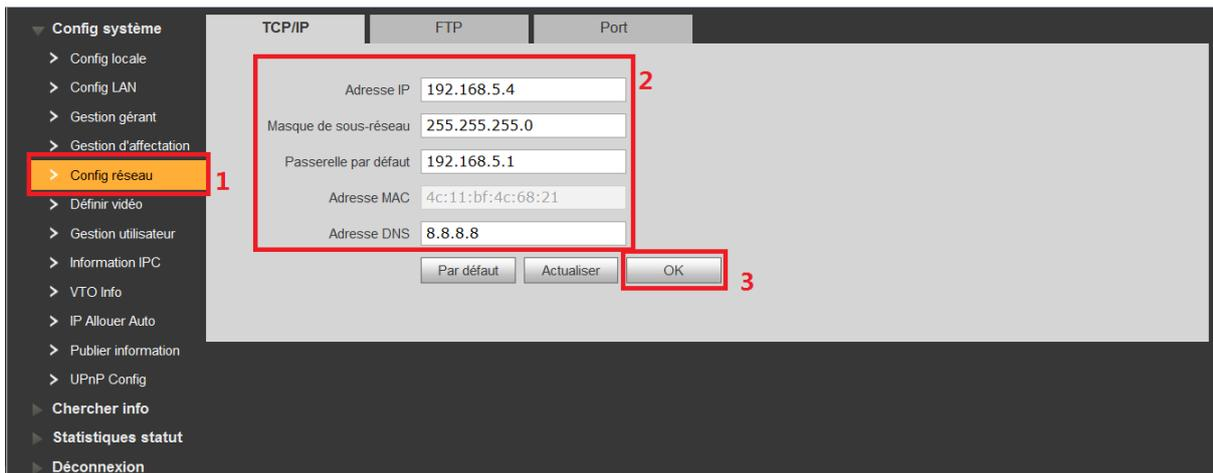

Figure 2-9
d) Saisissez les informations de réseau. Voir Figure 2-9.